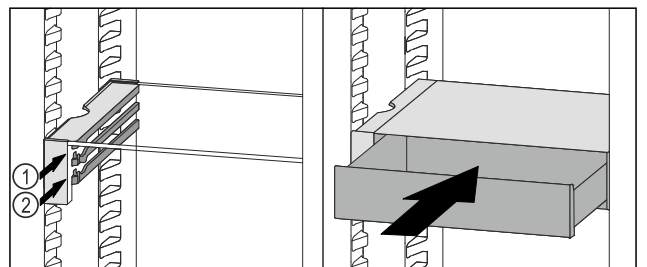

Fig. 83
- ▶ VarioSafe-Schubfach hinter den Stopperrn auf gewünschter Rippe Fig. 83 (1) oder Fig. 83 (2) aufsetzen.